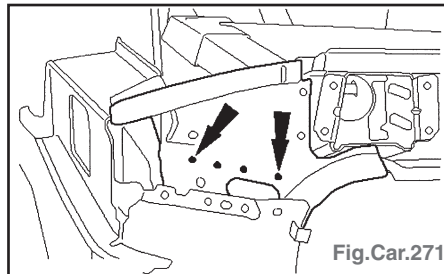

Fig.Car.271
- Renfort de traverse : fraiser les points de soudure (Fig.Car.271).